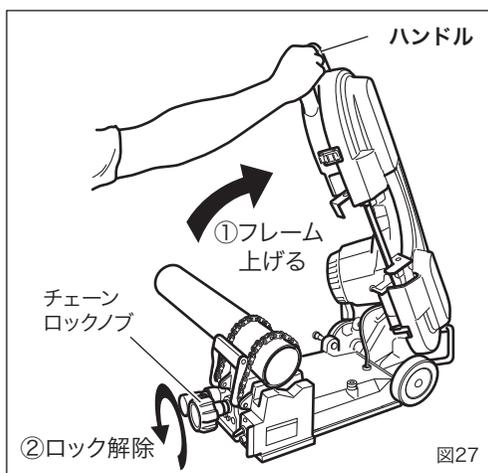
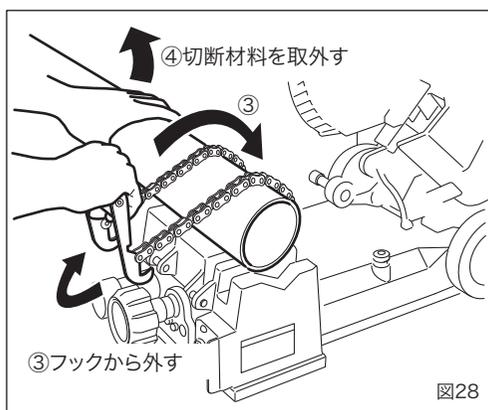
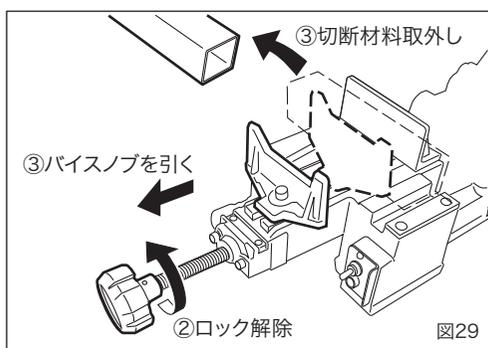

図27
図28
図29
## 4. 切断材料取外し(図27~図29)
### XB125 (チェーンバイス) の場合 (図27、図28)
- ①ハンドルを持ち、フレームを最上部まで上げてストッパーでフレームが止まるのを確認します。(図27)
- ②チェーンロックノブを反時計方向に回して、チェーンのロックを解除します。(図27)
- ③チェーンハンドルのフックをベースから外します。チェーンは自動的に巻き取られます。(図28)
- ④切断材料を取り外します。(図28)
### XB120A (平バイス) の場合 (図27、図29)
- ②バイスノブを反時計方向に回してロックを解除します。(図29)
- ③バイスノブを引き、切断材料を取り外します。(図29)